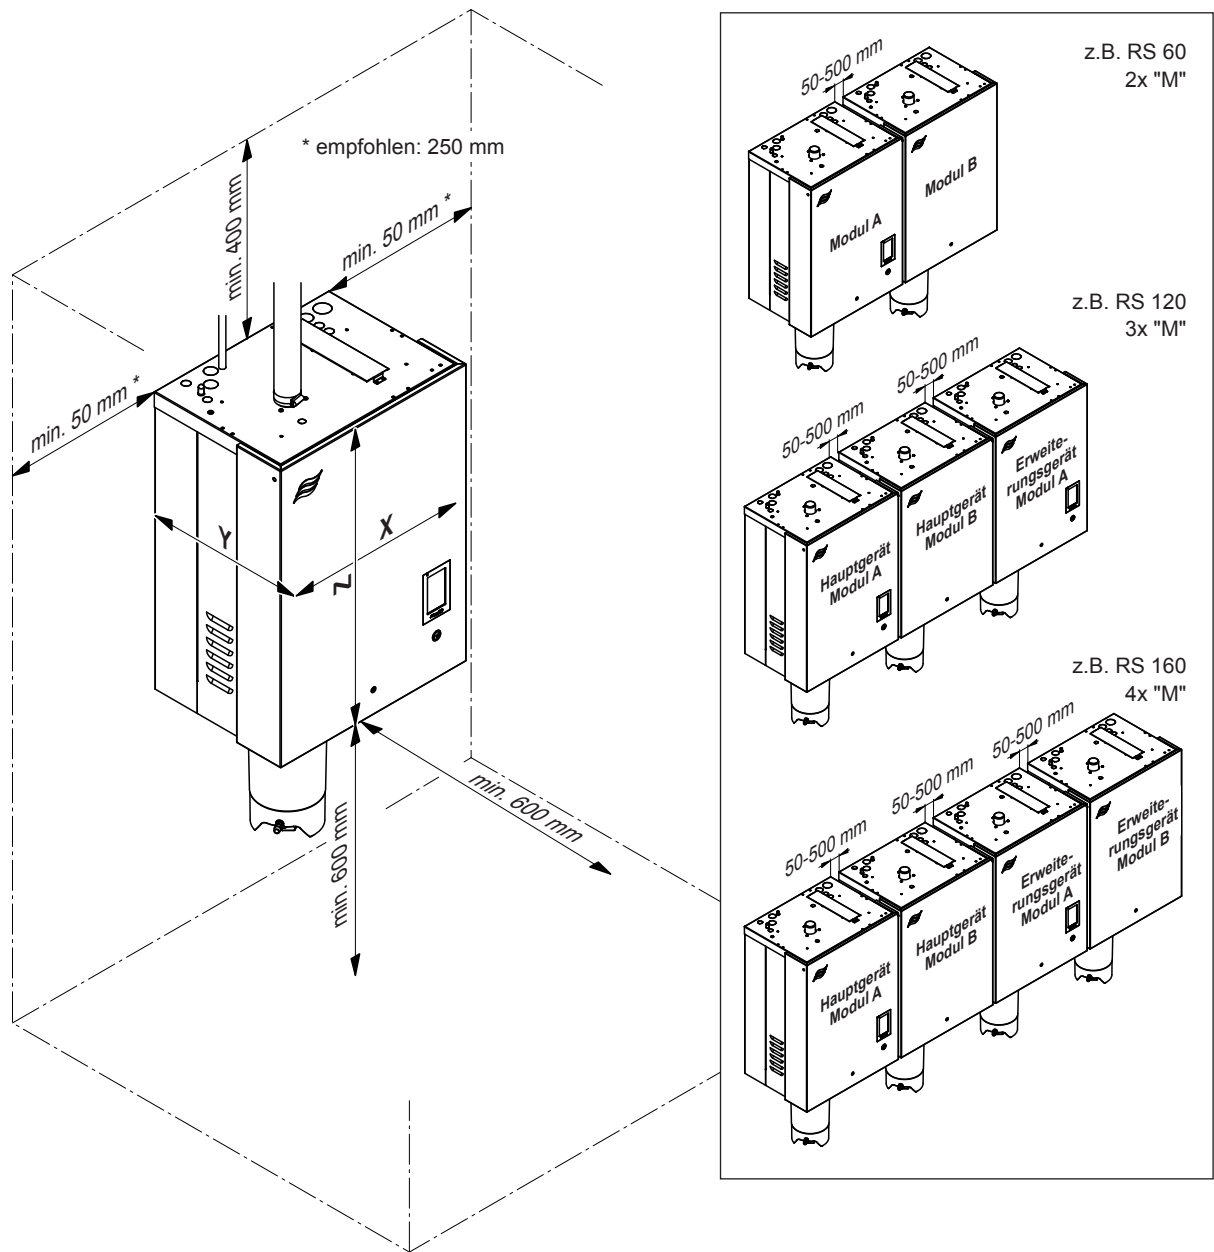

Abb. 10: Einzuhaltende Abstände
- Dampf-Luftbefeuchter so platzieren, dass das **Gerät gut zugänglich** und genügend Platz für die Wartung vorhanden ist. Die **Minimalabstände** gemäss Abb. 10 **müssen eingehalten werden**.
- Damit die mitgelieferten Kabel bei Doppelgeräten und Geräteverbundsystemen verwendet werden können, müssen die einzelnen Geräte in der angegebenen Reihenfolge mit einem Abstand von min. 50 mm bis max. 500 mm nebeneinander und auf gleicher Höhe montiert werden (siehe Abb. 10).